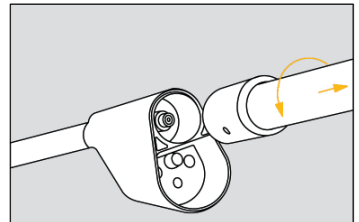

Abb. 2
- Schrauben Sie die Isolierstange aus dem Kopfteil. Der Batteriedeckel bleibt durch seinen Verdrehschutz im Kopfteil (siehe Abb. 2 / Seite 20).